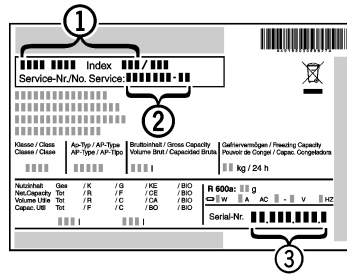

Fig. 3
- ▶ Apparaataanduiding Fig. 3 (1), service-nr. Fig. 3 (2) en serie-nr. Fig. 3 (3) van het typeplaatje aflezen. Het typeplaatje bevindt zich aan de linkerkant binnen in het apparaat.
- ▶ Contact opnemen met de Technische Dienst en het probleem, apparaataanduiding Fig. 3 (1), service-nr. Fig. 3 (2) en serie-nr. Fig. 3 (3) mededelen.